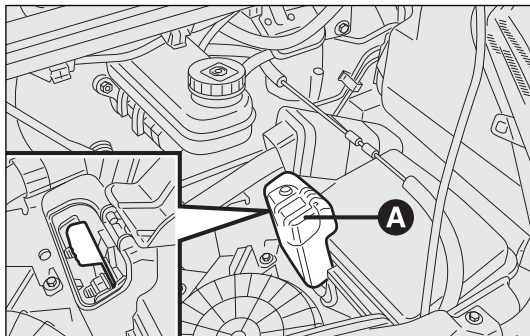

fig. 163
- levantar la tapa A para poder alcanzar la conexión al polo positivo de la batería fig. 163;